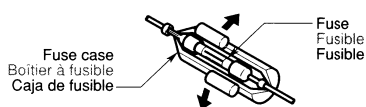

Figure 10 / Figure 10 / Figura 10
3. If the fuse should blow, check that the wiring is correct. If it is, replace the fuse with a new one with the same amperage rating as the original one. (Figure 10)
3. Si le fusible saute, vérifier si le câblage est correct. Si le fusible est grillé, le remplacer par un fusible neuf de même ampérage que le fusible d'origine. (Figure 10)